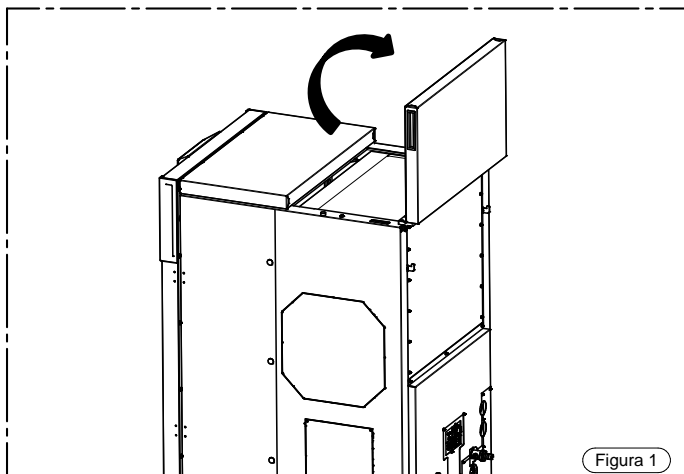
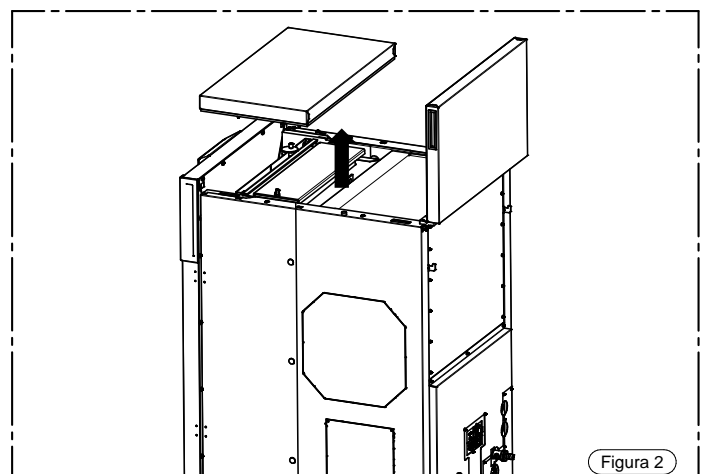

Figura 1
Figura 2
- Aprire il coperchio del serbatoio (Figura 1) e togliere il coperchio superiore, tirandolo verso l'alto (Figura 2).